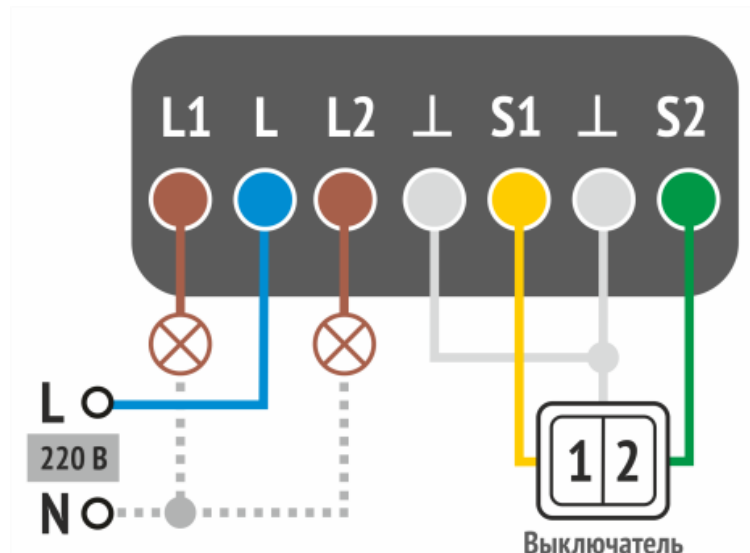

Рисунок 7.1 – Схема 1: Подключение модуля для управления двумя независимыми линиями освещения
- 3) Подключите фазовый провод к синему проводу (L) модуля.
- 5) Желтый (S1), зеленый (S2) и белые провода (\perp) модуля подключите к сухим контактам выключателей в соответствии со схемой (см. рисунок 7.1). Длина линий связи не должна превышать 0,5 м.